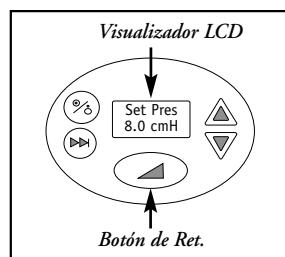

Figura 8
4. Apriete el botón de Ret. **Figura 8** para empezar el ciclo de retención de presión si se ha prescrito. La presión disminuirá hasta alcanzar el parámetro de Pres. Ret. y regresará a la P. Prescr. cuando haya finalizado el Ret. Ramp.
4. Apriete el botón de Ret. para empezar el ciclo de retención de presión si se ha prescrito. La presión disminuirá hasta alcanzar el parámetro de Pres. Ret. y regresará a la *P. Prescr.* cuando haya finalizado el Ret. Ramp **Figura 8**.